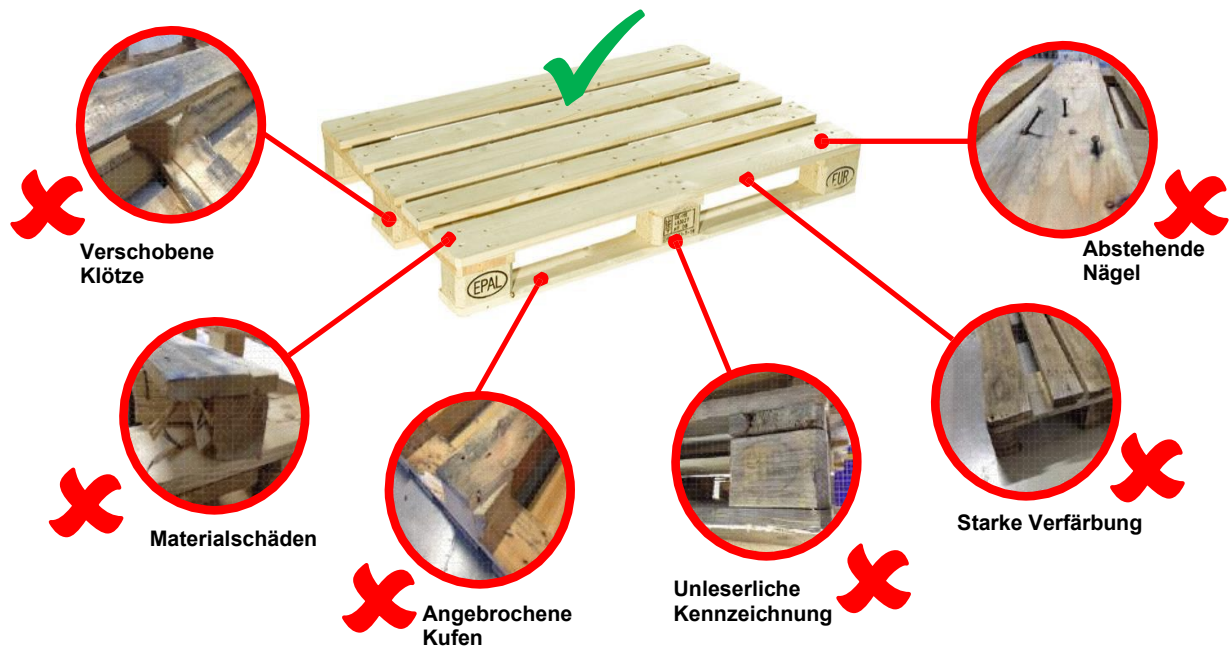

Abbildung 22: Fehlerbeispiele bei Europaletten
- Ein guter Palettenzustand ist zwingend erforderlich: es erfolgt eine detaillierte Konturen- und Stabilitätskontrolle bei der Vereinnahmung aller Paletten (siehe Abbildung 22) mit Fokus auf Kufen und Gabelfreiräume. Die Palette darf keine verdrehten Klötze oder sonstige Beschädigungen (wie z.B. Laufbrett nicht vollständig vorhanden, abstehende Splitter) aufweisen.